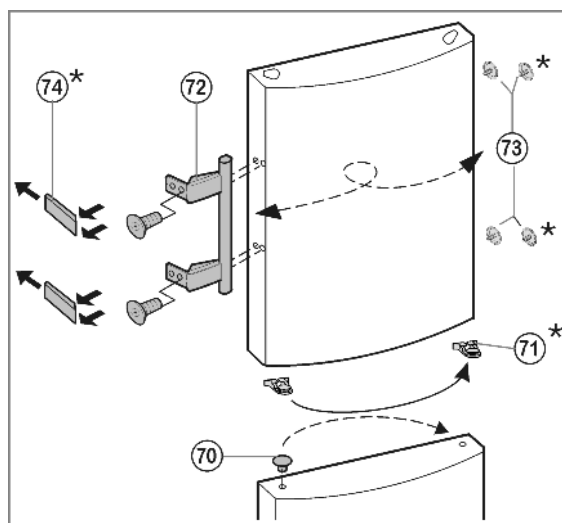

Fig. 10
- ▶ **Na dolnych drzwiach:** Wyciągnąć wkładkę Fig. 10 (70) z zawiasu drzwi i przełożyć na drugą stronę.
- ▶ **Na obu parach drzwi:** Zdemontować uchwyt drzwi Fig. 10 (72), zatyczki Fig. 10 (73) oraz płytki dociskowe* Fig. 10 (74) i przełożyć je na przeciwną stronę.